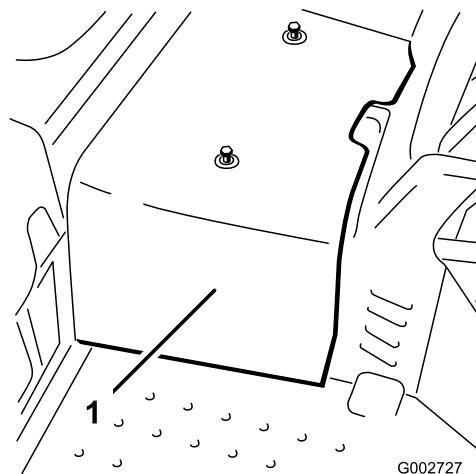

Figura 35
2. Desaperte os dois parafusos que fixam o resguardo central à máquina e retire o resguardo (Figura 35).